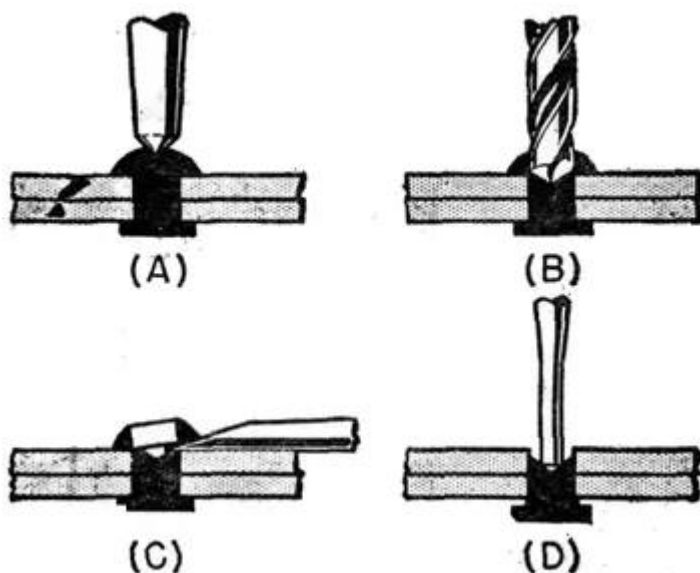

Fig. 96.— Comment enlever un rivet.
- À l'aide d'un poinçon de centrage, faites une légère marque au sommet de la tête du rivet, comme on peut le voir en A, figure 96.
- Vous servant d'un ciseau à froid ou d'un bédane faites alors sauter la tête du rivet (C). Si le tranchant de ce ciseau est légèrement arrondi, il n'égratignera pas la surface de la tôle.